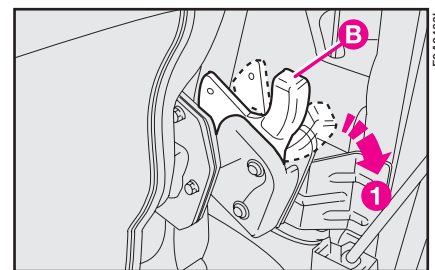

рис. 127
– переведите правый рычаг **В** (рис. 127) в положение **1** ("рычаг высвобожден"); выполните те же операции с левой стороны, затем опустите спинку сиденья на подушку и сдвиньте сиденье вперед. Удобство при складывании сиденья обеспечивается двумя пружинами. Убедитесь, что сиденье сложено правильно.
**Категорически запрещается использовать третий ряд сидений для перевозки грузов, если спинка находится в сложенном состоянии. Груз может удариться о спинку сидений второго ряда и нанести травму пассажирам (рис. 127а).**
рис. 127а
- с обеих сторон сиденья рычаги **В** (рис. 127) должны находиться в положении 1 (высвобождены); в противном случае переведите рычаги в положение 1;